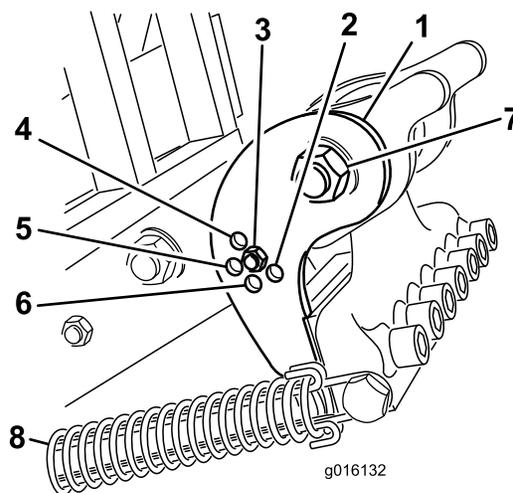

図 34
キャンバ・ブラケット（図 34）を使用するタインに合った正しい位置にセットしてください。ヘッド・ストップのセット位置は基本的に 5ヶ所ですが、調整ロッドを通す穴を選択することにより、ヘッド・ストップのセット位置が 5ヶ所のうちの 1 つに決まります。これらの穴は事前に設定されており、たとえば、場合によっては、12インチ位置で10インチのタインを使うと、より滑らかな仕上がりとなります。
3. タイン・ヘッドにかかっているスプリングのテンションを解除する（図 34）。
4. キャンバ・ブラケットの調整穴についているボルトとナットを外す（図 34）。